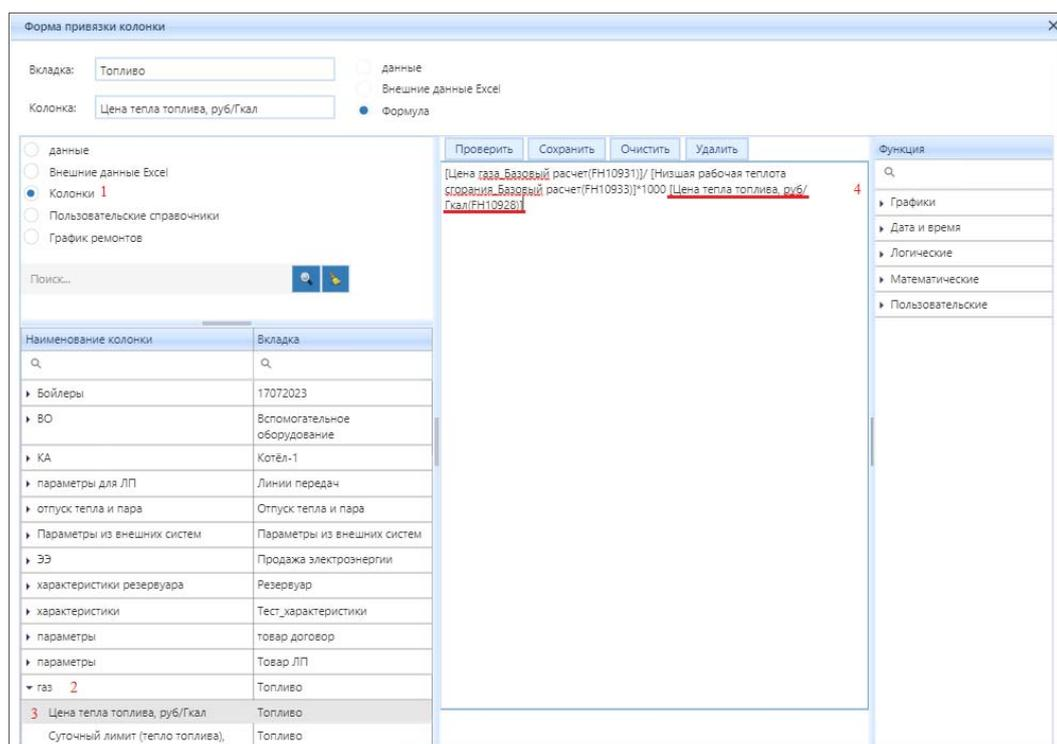

Рисунок 4.5.15 – Переход к другой формуле внутри формы привязки колонки
2. в возникшем ниже списке выбрать нужный раздел (пример: на рис. 4.5.15 «газ»);